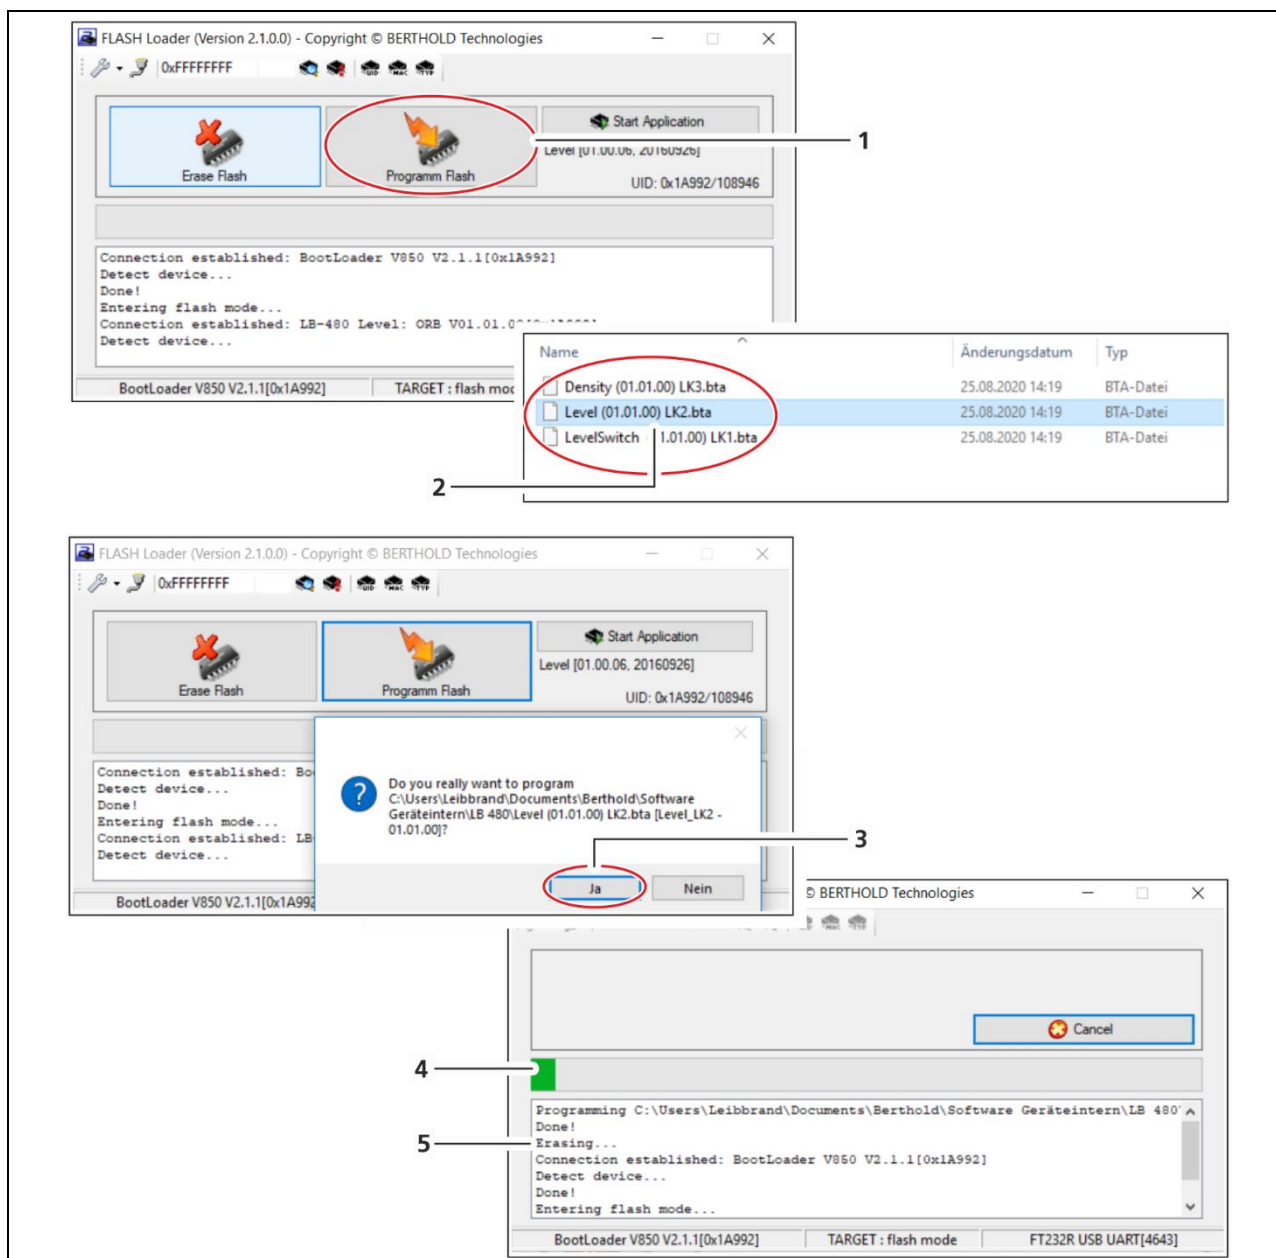

Abb. 6 Neue Software im „Flash Mode“ auswählen
23. Klicken Sie auf die Schaltfläche <Programm Flash> (Abb. 6, Pos.1).
24. Wählen Sie die Softwaredatei passend zu Ihrer Anwendung (.bta) z.B. „01.01.00.“ (Abb. 6, Pos.2) aus und klicken Sie auf <Öffnen>.
25. Bestätigen Sie mit <Ja> (Abb. 6, Pos.3).
► Die alte Installation wird gelöscht (Abb. 6, Pos.5) und die neue embedded Software wird installiert.
Der Installationsvorgang kann bei einer niedrigen Übertragungsrate bis zu einer Stunde andauern. Brechen Sie die Installation nur ab, wenn sich der Prozessbalken (Abb. 6, Pos.4) längere Zeit nicht verändert.